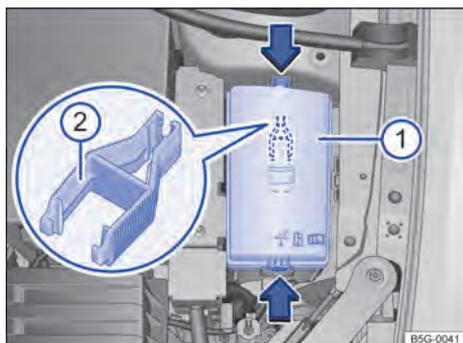

Fig. 133 En el vano motor: cubierta ① de la caja de fusibles con pinzas de plástico ②.
2. Para desbloquear la cubierta de la caja de fusibles → fig. 133 ①, presione los bloqueos en el sentido de las flechas.
En el lado interior de la cubierta de la caja de fusibles o en la regleta portafusibles puede haber unas pinzas de plástico → fig. 133 ② para extraer fusibles.